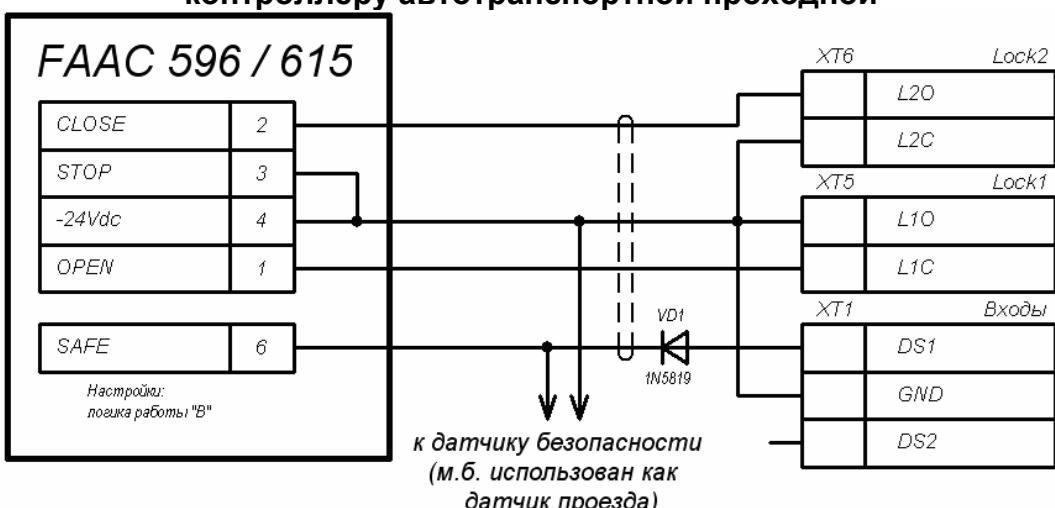

Рисунок 10. Пример схемы подключения шлагбаума FAAC с блоками управления FAAC 596/615 к контроллеру автотранспортной проходной
- Пример схемы подключения шлагбаума *FAAC* с блоками управления *596/615 BPR* представлен на рис. 10.